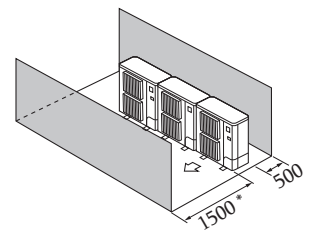

Fig. 2-11
④ Շրջապատող իրեր՝ միայն առջևից և հետևի մասում (Fig. 2-11)